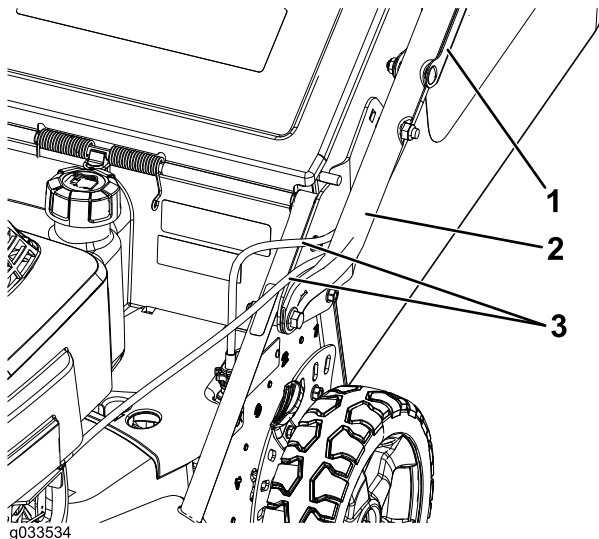

Figura 4
4. Disponete i cavi di controllo tra il piatto e la stegola per proteggere i cavi da eventuali danni (Figura 4).